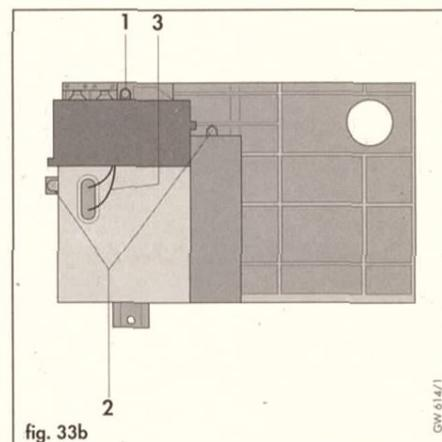

fig. 33b
- Togliere la vite (1, fig. 33b) e levare il coperchio della morsettiera.
- Togliere la vite (1, fig.33b) e levare il coperchio della morsettiera.